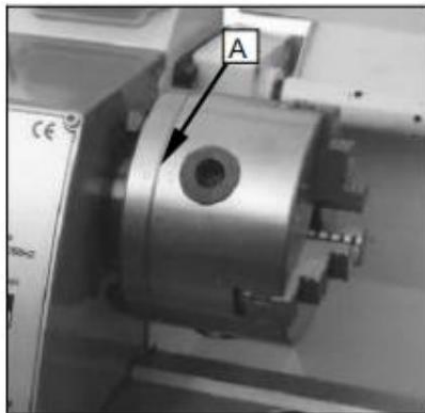

Fig. 26
mit diesem Universalfutter rundes und dreieckiges Quadrat sechseckig achteckig und zwölfkige Aktien können festgeklemt . (Abb. 26)
Für das ursprüngliche 3-Backenfutter, das montiert auf dem BohrfutterDas Werk hat das Bohrfutter auf die beste Weise montiert, um zu gewährleisten Die halten Genauigkeit mit zwei " 0 " Markierung (A) Abb.26 zeigt auf der Futter Und Spannfutterflansch .